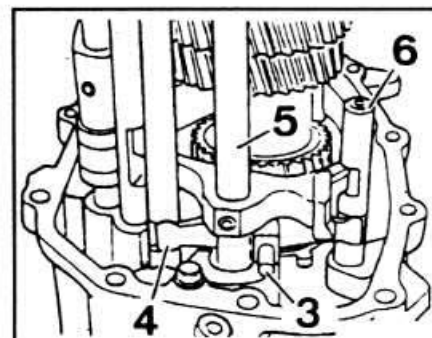

рис. 6-5 Снятие механизма переключения передач:
- Вынуть штифт 3, снять промежуточный рычаг 4, шток 6 и шток выбора передач 5 (рис. 6-5).